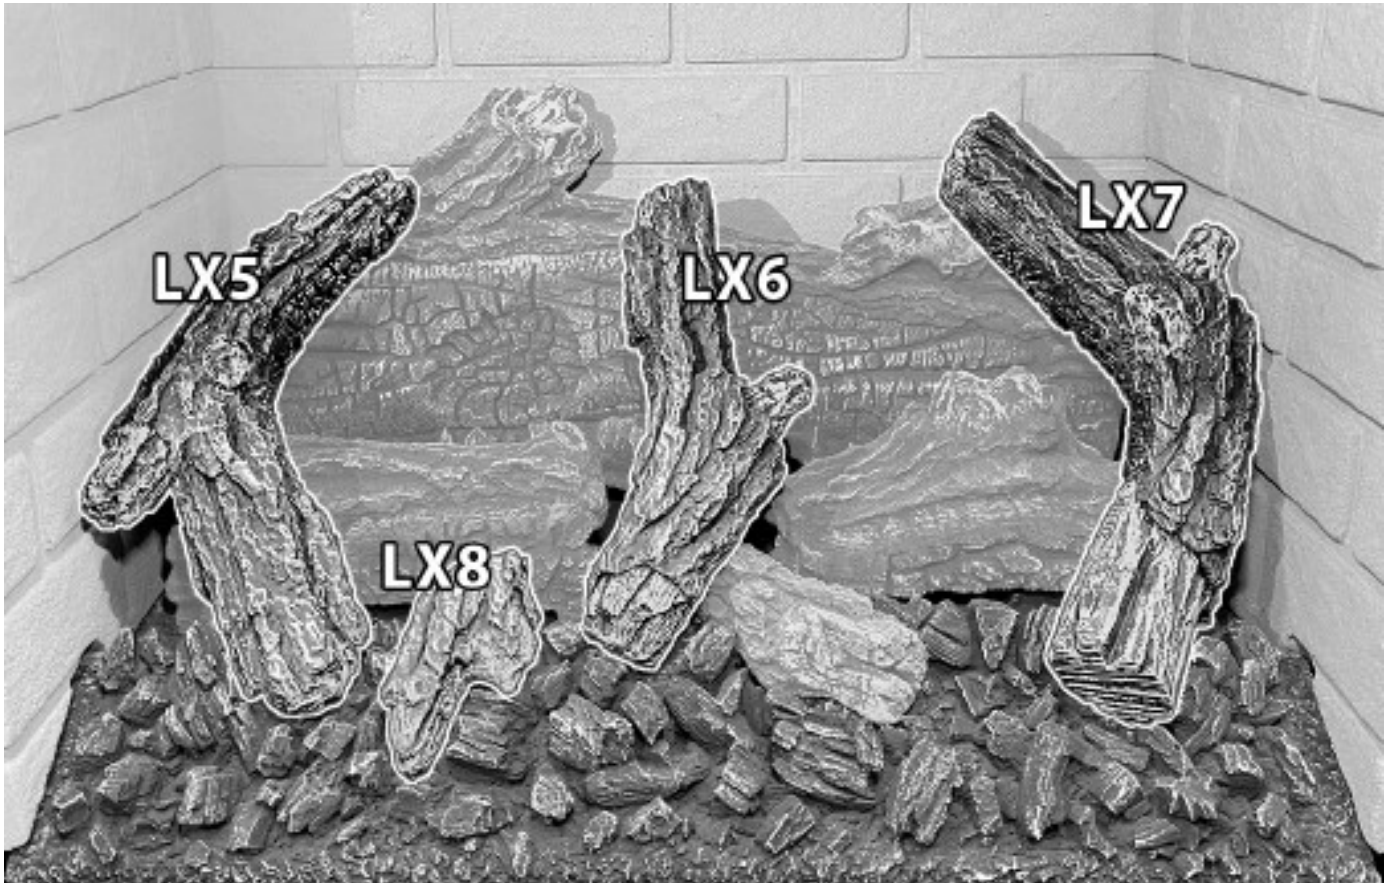

Figure 7.4, meilleurs journaux
5. Aligned la bûche LX5 avec la tige de position du côté gauche de la bûche LX1 et l'encoche de la bûche LX2 et fixez-la en place, tel que montré à la FIGURE 7.4.
6. Aligned la bûche LX6 avec la tige de position au centre de la bûche LX1 et l'encoche au centre du panneau de braises, tel que montré à la FIGURE 7.4.
7. Aligned la bûche LX7 avec la tige de position du côté droit de la bûche LX1 et l'encoche du côté droit du panneau de braises, tel que montré à la FIGURE 7.4.
8. Aligned la bûche LX8 avec l'encoche dans le panneau de braises, tel que montré à la FIGURE 7.4.